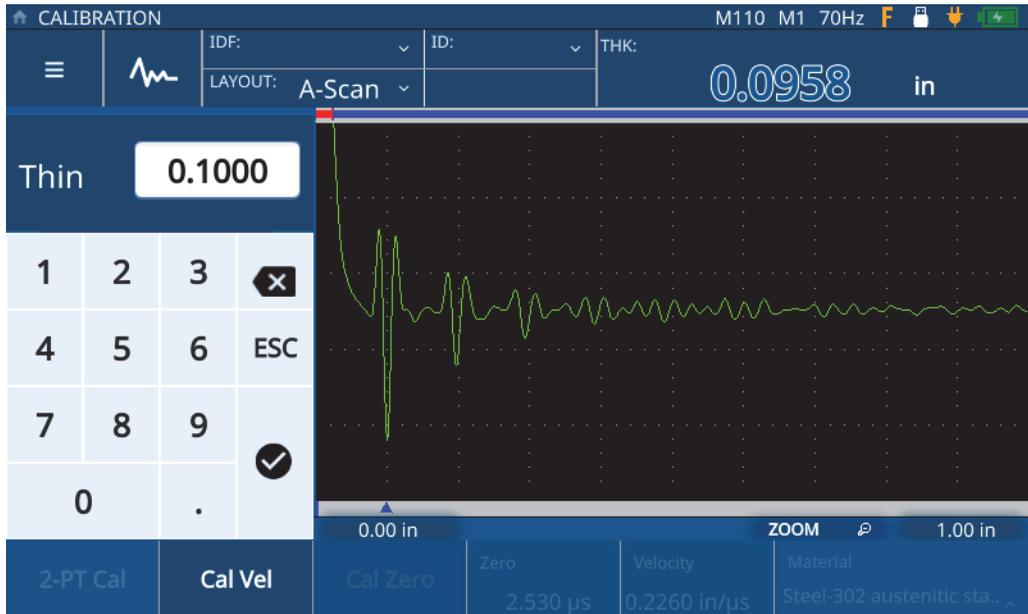

Figure 5-6 Saisie de l'épaisseur de l'échantillon
5. Touchez la valeur **Thin** (Mince) pour entrer en mode de modification, et saisissez l'épaisseur de l'échantillon (Figure 5-6 à la page 53).